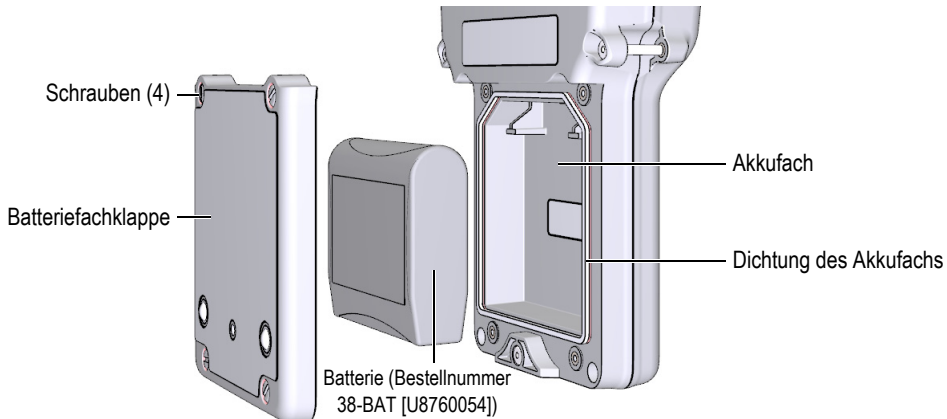

Abbildung 2-4 Öffnen des Batteriefachs
Der Akku ist in einem Gehäuse untergebracht, dass von der Rückseite des 38DL PLUS zugänglich ist (siehe Abbildung 2-4 auf Seite 44).
6. Lösen Sie an der Rückseite des Geräts die vier Schrauben der Akkufachklappe (siehe Abbildung 2-4 auf Seite 44).